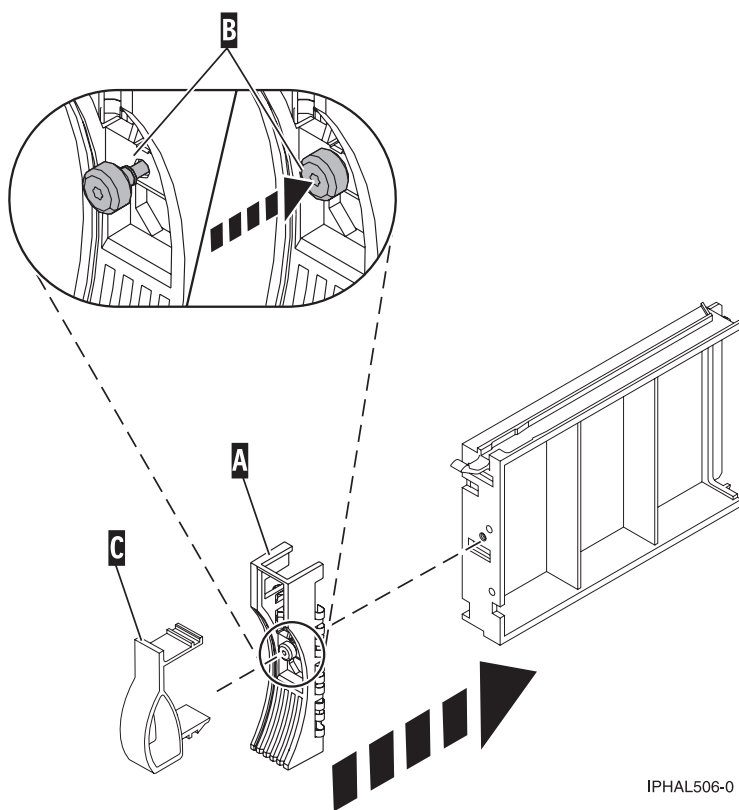

Figure 48. Fixation d'un panneau frontal à un obturateur d'unité de disques
2. Appuyez sur la vis moletée (B), puis serrez la vis pour maintenir le panneau frontal sur l'unité de disque ou l'obturateur.
3. Installez le loquet du panneau frontal de l'unité de disque (C) sur le bord avant de l'unité de disque ou de l'obturateur (voir figure 48).